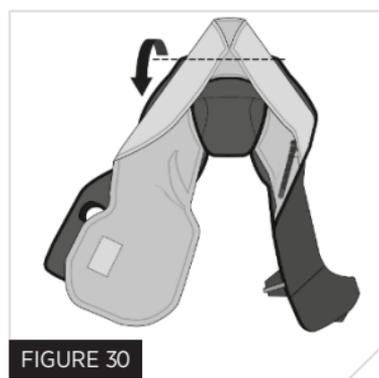

FIGURE 30
10. Pliez le haut de la cellule gonflable le long de la ligne de pliage 6 (Fig. 30).